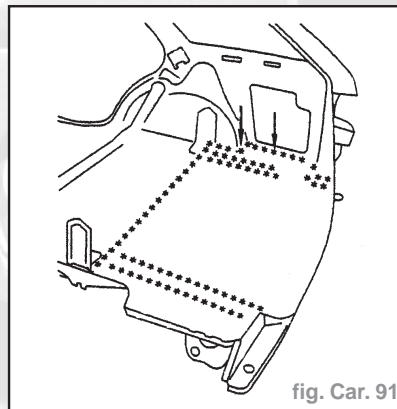

fig. Car. 91
- Dégraffer les points à l'aide d'une fraise de  $\varnothing 8 \text{ mm}$  (fig. Car. 91).